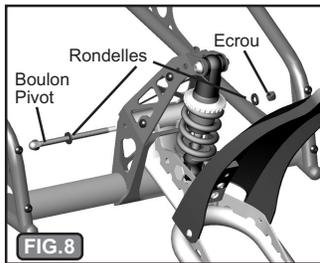

FIG. 8 Axe de Pivot Aligné Aux Trous de la Tour.
E) L'axe du pivot devra être aligné avec les trous du boulon pivot dans la tour des amortisseurs. Ces trous se situent au-dessus et à l'avant des fenêtres des côtés de la tour. L'espace disponible entre l'axe pivot et la tour étant limité, il faudra appliquer une certaine force pour pouvoir positionner le pivot. Ceci peut être fait en poussant l'arrière du bras oscillant et en tournant l'axe de pivot de telle façon qu'il s'aligne avec les trous du boulon pivot, comme cela est illustré dans la Fig. 8. Une fois aligné, installez le boulon pivot et les rondelles, Fig. 8, et serrez le 70 cm-kg en utilisant les deux clés de 10mm.